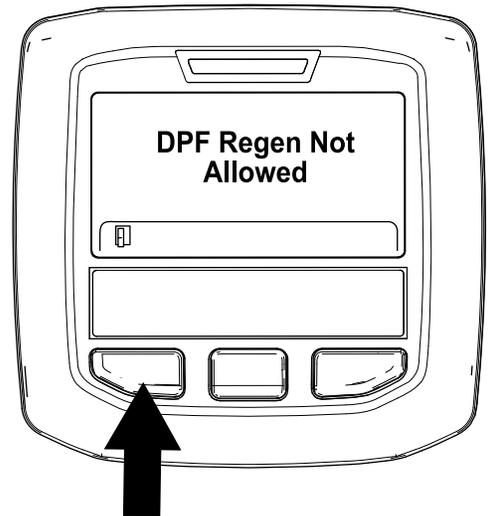

Figure 46
- Si le processus de régénération n'est pas autorisé par le calculateur moteur, le message "DPF Regen Not Allowed" (Régénération du FAP non autorisée) s'affiche sur l'InfoCenter (Figure 46). Appuyez sur le bouton gauche pour revenir à l'écran d'accueil.